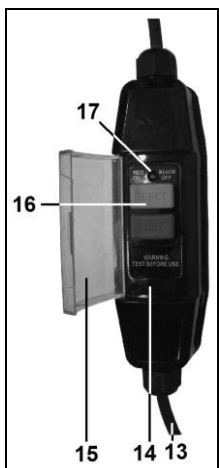
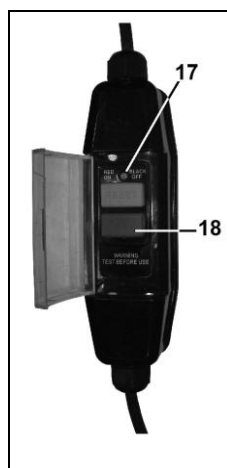

Рис. 9
Рис. 10
7.6.6. Для отключения дрели от электропитания нажмите синюю кнопку **TEST** (ТЕСТ) (18) (Рис. 10), индикаторная лампочка (17) погаснет (Рис. 9).